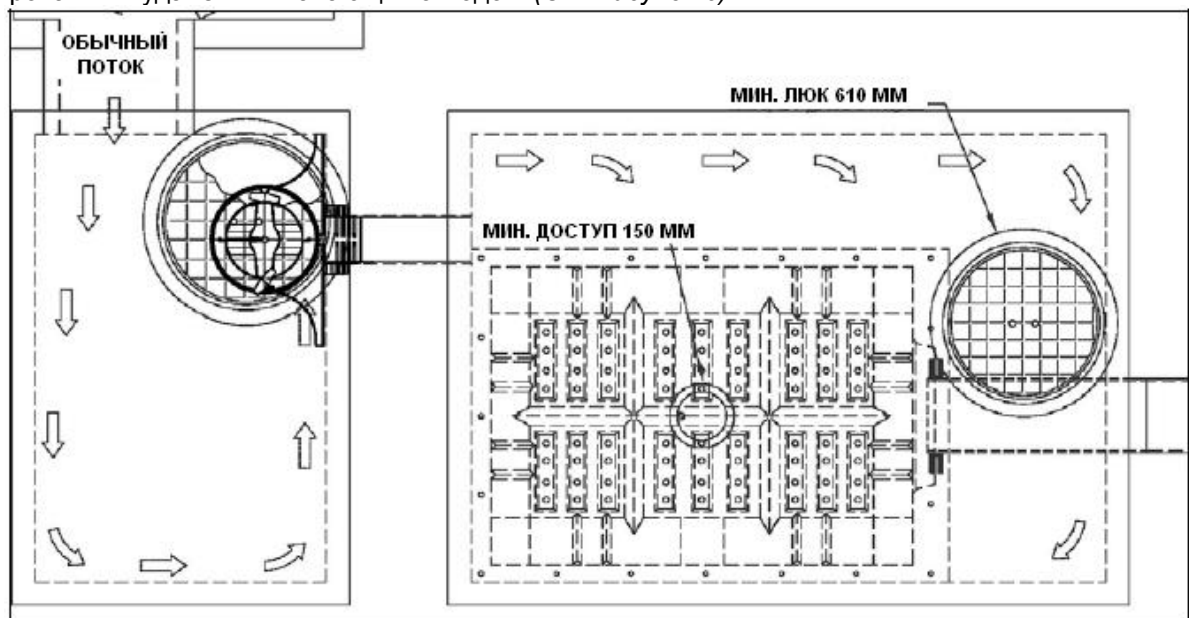

Рис. 6.
**Основные положения:** Важно, чтобы модуль сепарации был правильно размещен внутри соответствующей секции танка. Расположение модуля и его высота будут напрямую влиять на работу и удобство сервисного обслуживания системы. Если используется двухсекционный танк с фильтром, то модуль сепарации **ДОЛЖЕН БЫТЬ УСТАНОВЛЕН** во второй отсек танка. Модуль сепарации должен быть установлен напротив входной стены и на максимально возможном расстоянии от входного отверстия. Следует предусмотреть возможность удобного доступа для полного сервисного обслуживания (доступ человека) снаружи модуля сепарации, но при этом внутри второго отсека. Отверстие с диаметром как минимум 150 мм **ДОЛЖНО БЫТЬ** расположено над модулем сепарации для осуществления инспектирования и удаления плавающих отходов. (См. Рисунок 6).